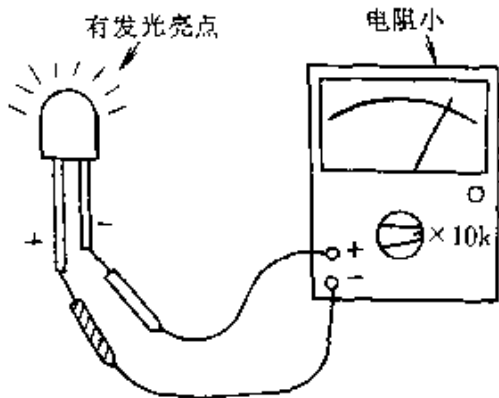
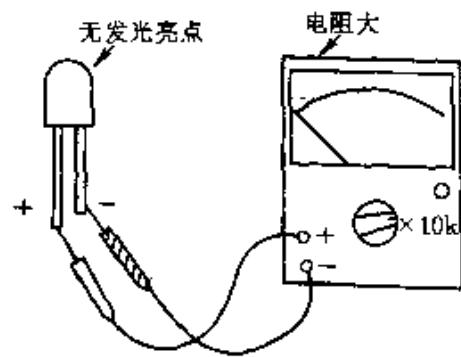

图 2-203
图 2-204
① 检测时,按图 2-203 所示的方法将万用表黑表笔(表内电池正极)接 LED 正极,红表笔(表内电池负极)接 LED 负极,这时发光二极管为正向接入,表针应偏转过半,同时 LED 中有一发光亮点。再将两表笔对调后与发光二极管相接,这时为反向接入,表针应不动,LED 无发光亮点,见图 2-204。如果无论正向接入还是反向接入,表针都偏转到头或都不动,则说明该发光二极管已损坏。